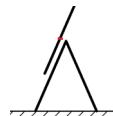

Figura 1 - Escalera combinada en posición de escalera de tijera con extensión en la parte superior
- Nunca extienda la escalera superior de la escalera de 3 secciones colocada en posición A sobre pasando la articulación de la escalera con el peldaño rojo (o el cuarto peldaño desde arriba) (figura 1).